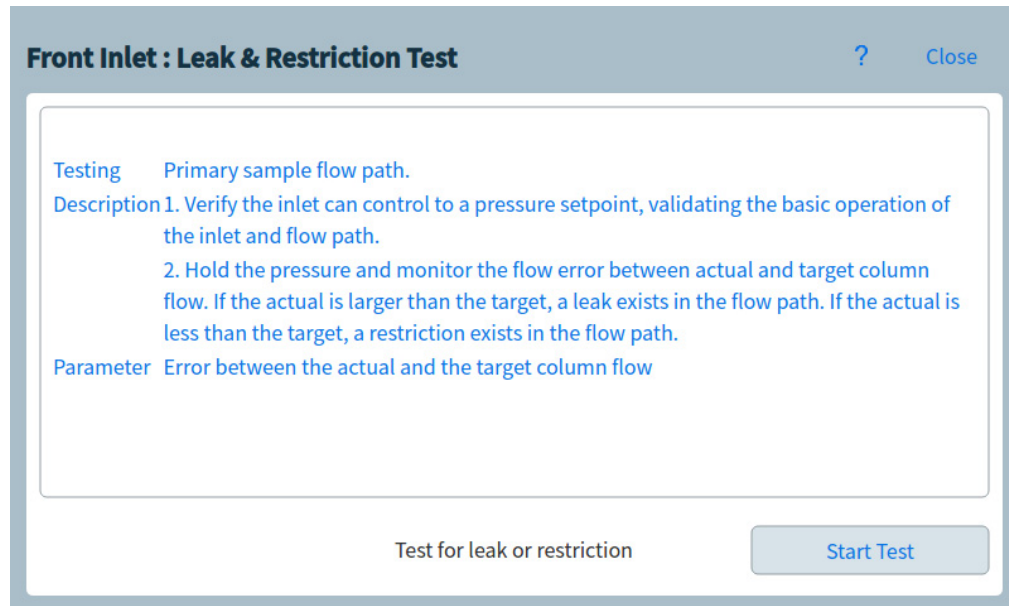

Figure 30. Page de test de fuite et de restriction
- 2 Sélectionnez le test souhaité. La page de test correspondante apparaît. La page de test comprend une description du test et une indication du paramètre qui est testé. Voir **Figure 30**.